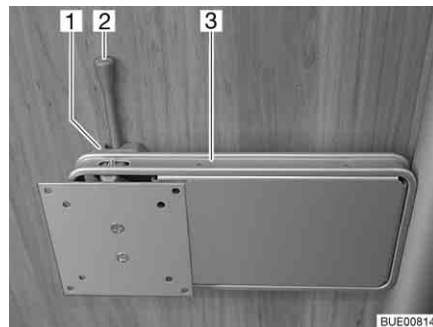

Fig. 45 Support sur colonne
- Pousser le levier de déverrouillage (Fig. 45,2) sur le côté et pivoter le support (Fig. 45,3) et l'écran plat pour les amener en position souhaitée.
- Pivoter l'écran plat en sens inverse, jusqu'à ce que le support (Fig. 45,3) s'enclenche dans le verrouillage (Fig. 45,1).